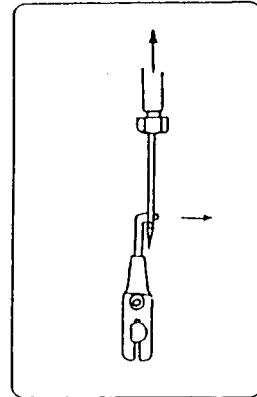

Abb. 14
3. Drehen Sie am Maschinenantriebsrad bis der Greifer hinter der Nadel steht und sich die Nadelstange im Aufwärtshub befindet (Abb. 14).